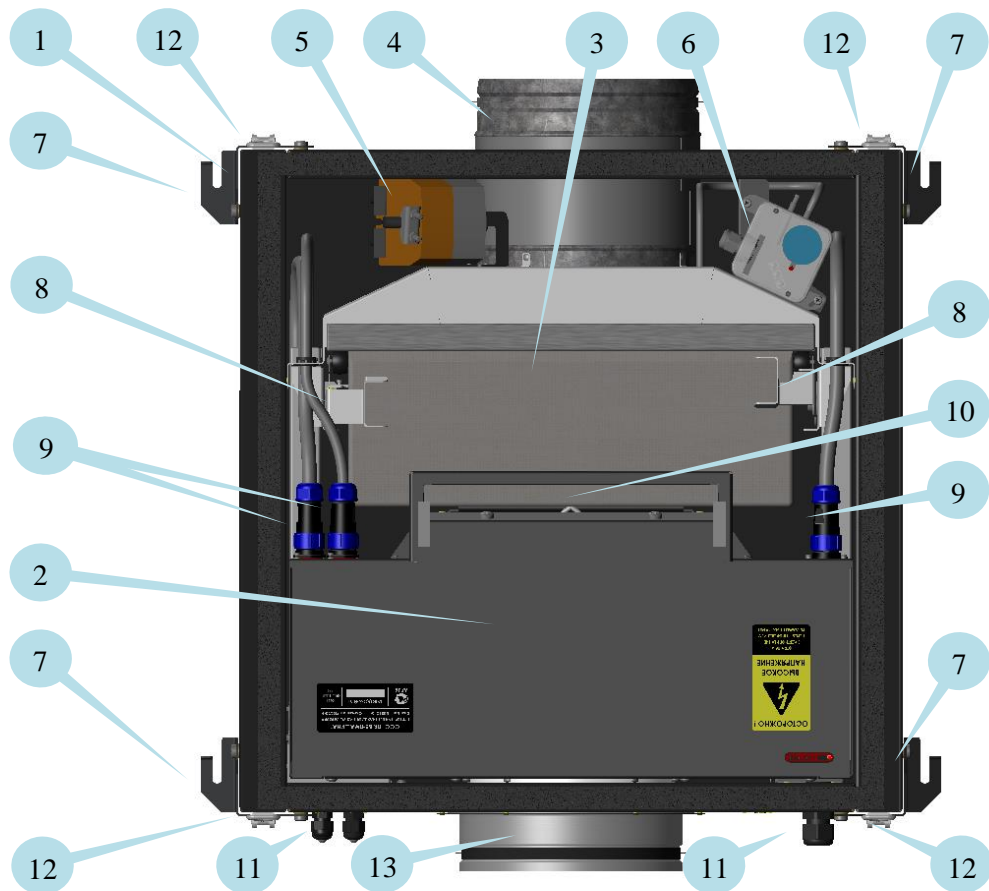

Рис. 1
Конструктивно установка (Рис. 1) представляет собой теплозащитный корпус (1) со съёмной с помощью 4-х замков-защелок (12) крышкой (7).